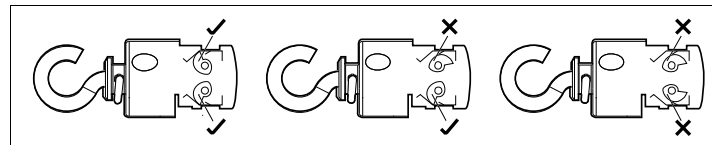

Abb. 5: Korrekte Ausrichtung der Klemmbacken
- Gelbe Kappe der Seilklemme entfernen und Ausrichtung der Klemmbacken prüfen. Ausrichtung ggf. mit Schraubendreher korrigieren (Abb. 5). Die korrekte Ausrichtung verhindert ein Durchrutschen des Seils.